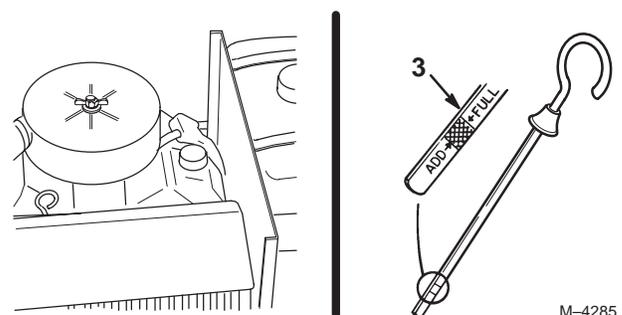

Bild 17
3. Reinigen Sie den Bereich um den Ölpeilstab herum (Bild 17), damit kein Schmutz in den Einfüllstutzen gelangen und so den Motor beschädigen kann.
4. Ziehen Sie den Ölpeilstab heraus und wischen das Metallende ab (Bild 17).
5. Schrauben Sie den Ölpeilstab vollständig in das Einfüllrohr ein (Bild 17). Ziehen Sie den Peilstab wieder heraus und kontrollieren das Metallende. Gießen Sie, wenn der Ölstand zu niedrig ist, nur so viel Öl langsam in das Einfüllrohr, dass der Ölstand die Voll-Marke erreicht.
5. Gießen Sie ca. 80% der angegebenen Ölmenge langsam in das Einfüllrohr (Bild 17). Kontrollieren Sie dann den Ölstand; siehe Kontrolle des Motorölstands, Seite 23. Gießen Sie langsam Öl ein, um den Ölstand bis zur VOLL-Marke am Peilstab anzuheben.